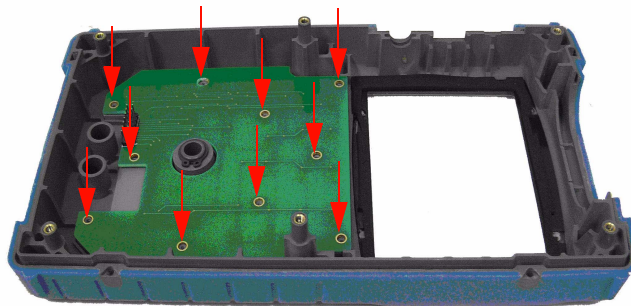

Figura 8-11 Extraiga los diez tornillos de la cubierta frontal
- 2 Afloje los tornillos señalados en la Figura 8-11 para retirar la placa de la interfaz del teclado.